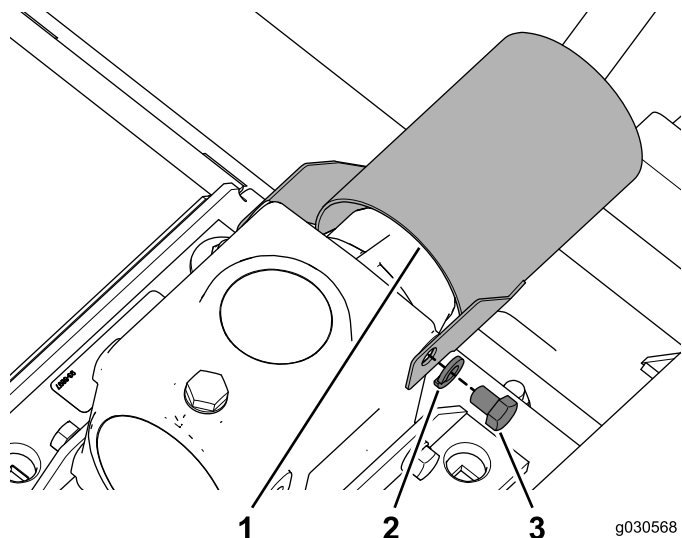

図 22
5. PTOガードをエンドヨークまで移動してそこに固定するボルト (3/8 x 1/2 インチ) とワッシャを使用する 図 22。